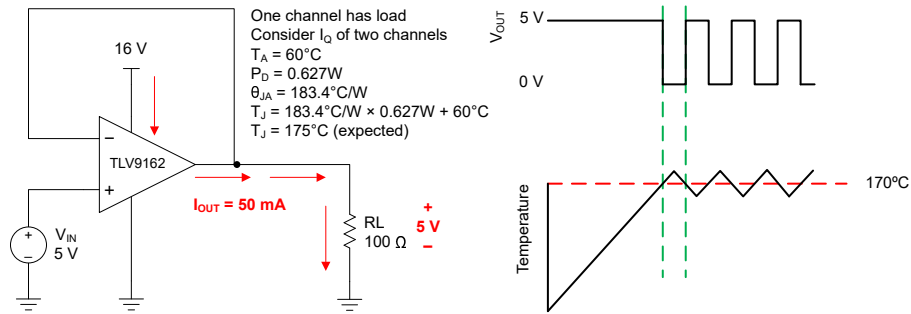

图 6-4. 热保护
任何放大器的内部功耗都会导致内部温度（结温）升高。这一现象称为自热。TLV916x-Q1 的绝对最大结温为 150°C。超过此温度会损坏器件。TLV916x-Q1 具有过热保护功能，可减少自热造成的损坏。该保护功能的工作原理是监视器件的温度，并在温度超过 170°C 时关闭运算放大器输出驱动。图 6-4 展示了 TLV9162-Q1 的应用示例，该器件因为其功耗 (0.627W) 而产生显著的自热。在此示例中，两个通道都具有静态功耗，而其中一个通道具有很大的负载。热计算表明，当环境温度为 60°C 时，器件结温达到 175°C。不过，实际器件会关闭输出驱动来恢复到安全的结温。图 6-4 展示了电路在过热保护期间的行为。在正常工作期间，器件充当缓冲器，因此输出为 5V。当自热导致器件结温升高超过内部限制时，过热保护强制输出进入高阻抗状态，并通过电阻 R_L 将输出拉至接地。如果依旧存在导致过大功耗的状况，放大器将在关断和启用状态之间振荡，直到输出故障得到纠正。请注意，热性能可能会因所选封装和 PCB 布局设计而有很大差异。此示例使用 TSSOP (8) 封装的热性能。